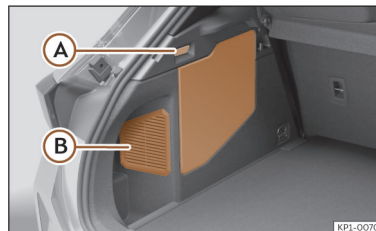

Fig. 231 Veículos híbridos (PHEV): localização da bateria na bagageira
- Puxe o manipulador **(A)** >>> **Fig. 231** para abrir a cobertura de proteção da bateria de 12 volts.
Não cubra nem tape a grelha de refrigeração da bateria de 12 volts **(B)** >>> **Fig. 231**.